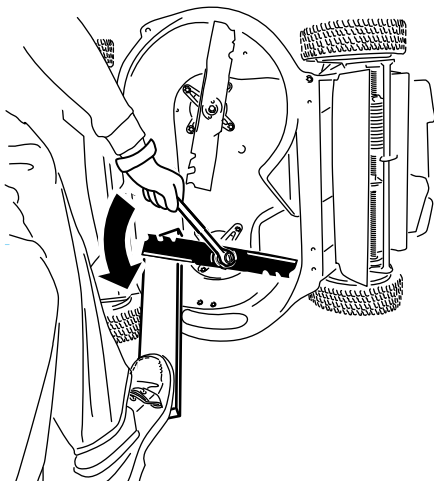

Figure 43
1. Servez-vous d'une cale en bois pour immobiliser chaque lame et dévissez le boulon de lame, comme montré à la Figure 43.